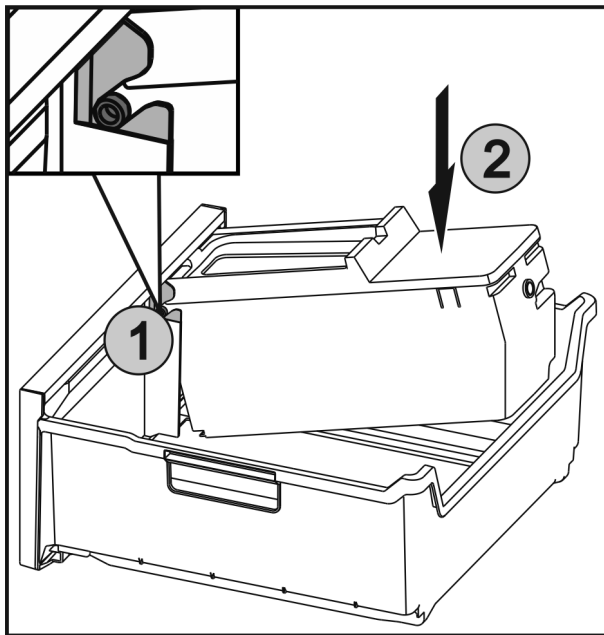

Fig. 66
- ▶ De assen Fig. 66 (1) van EasyTwist-Ice in de geleidingen schuiven en de achterste zijde Fig. 66 (2) erin drukken tot de lip vergrendelt.